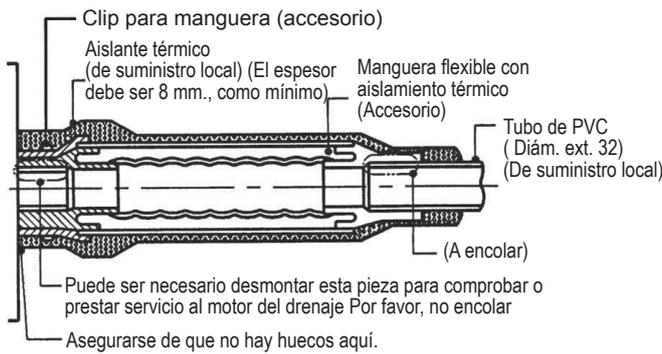

Fig. 7-8
- Apretar las abrazaderas de la manguera de forma que las tuercas de apriete están encaradas hacia arriba. (Fig. 7-8)